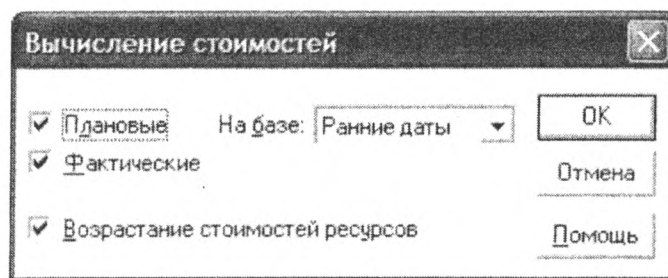

Рис. 45. Вычисление стоимостей
3. В появившемся окне (рис. 45) нажмите кнопку **ОК**.